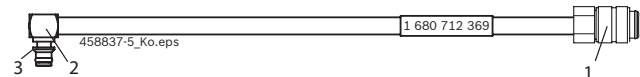

Fig. 1: Slangeledning 1 680 712 369
Slangeledningen 1 680 712 369 kobles sammen med koblingsadapteren (fig. 1, pos. 2) til returtilkoblingen på Siemens/VDO/Conti CRI Piezo. Koblingsnippelen (fig. 1, pos. 1) kobles til testkoblingen for returmengde på EPS 200 / 205.
- Med den sentrale hovedbryteren på forsiden av enheten (se fig. 1, pos. 6) slås EPS 200 / 205 på.